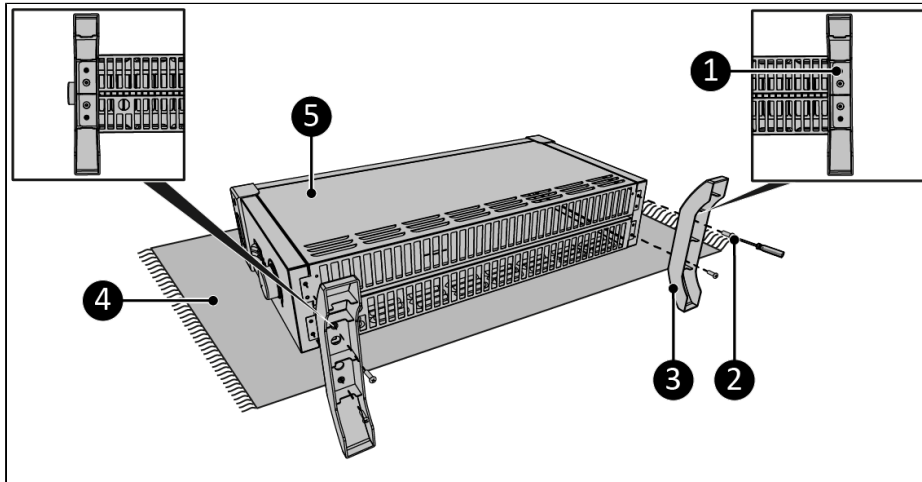

Abbildung 11.
1. Legen Sie das Gerät auf eine stabile weiche Oberfläche (Abbildung 11, Pos. 4).
2. Platzieren Sie die Sockel (Abbildung 11, Pos. 3) an beide Seiten des Hauptkörpers (Abbildung 11, Pos. 5).
3. Schrauben Sie die Sockel mit einem Kreuzschlitzschraubendreher (Abbildung 11, Pos. 2) und den kleinen Schrauben (Abbildung 11, Pos. 1) fest und verwenden Sie dazu die beiden Löcher.